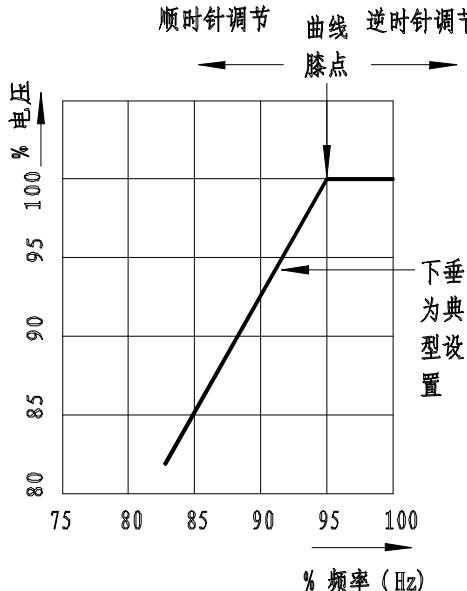

图7
- 5 连接端子2和3到SCP250和EL200，如图7。当不使用SCP 250或EL 200，短接端子2和3。
低速保护的设定是为了发电机转速低于额定转速的95%时减小发电机的励磁电流。AVR连接一个低转速保护线路，其电压/频率特性如下图7所示：